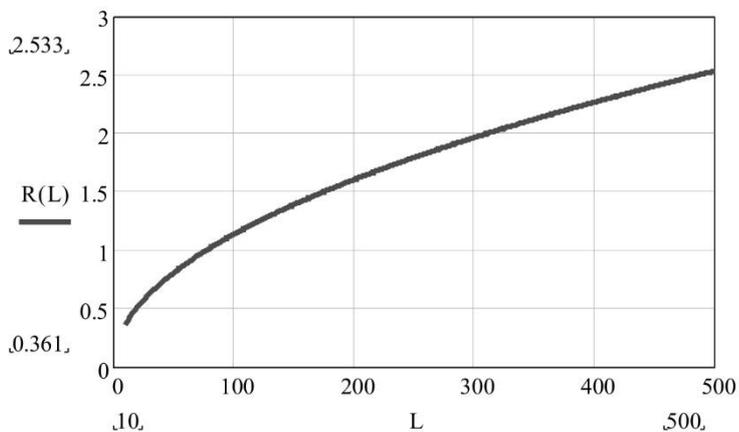

Рис. 4.3
4.4 Максимальная ширина ЧЗ на открытом участке зависит от расстояния между БПРД и БПРМ, определяется как  $2 \times R(L)$  по ориентировочному графику (см. рис. 4.3) при  $L$  равном расстоянию между БПРД и БПРМ. Ширина ЧЗ на конкретном отрезке определяется по тому же графику, но при  $L$  равном удвоенному расстоянию до ближайшего блока.
*Примечания:* 1) ширина ЧЗ увеличивается к середине и уменьшается при приближении к блокам; 2) ширина ЗО зависит от ориентации БПРД и БПРМ, расстояния до отражающих предметов (заграждений, стен зданий и т. п.) и установленных порогов и может быть как меньше, так и больше приведенной на рис. 4.3.;